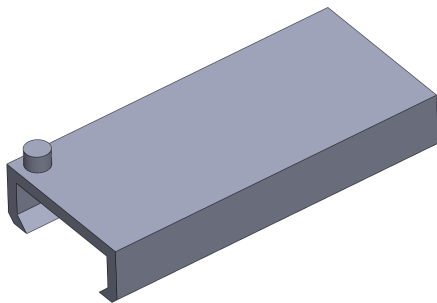

图 6-69 打开素材模型
(1) 单击常用工具栏中的【打开】按钮，打开一幅素材模型，如图 6-69 所示。